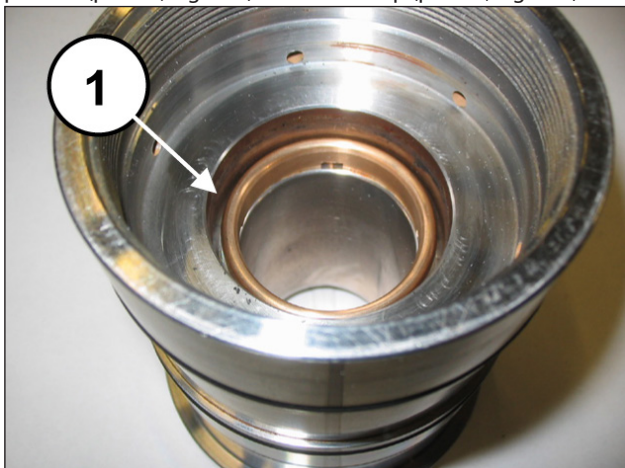
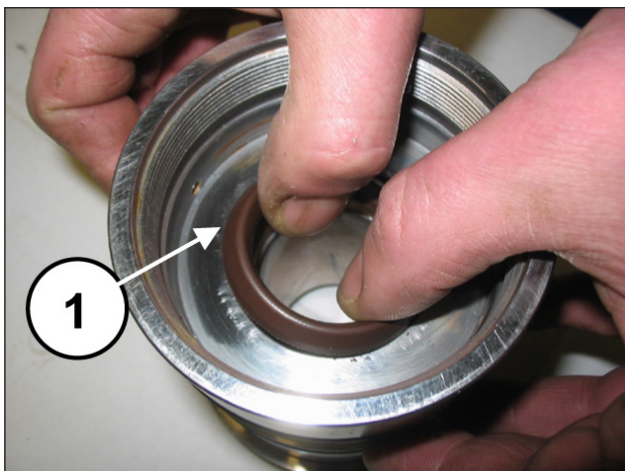

Fig. 150
Fig. 151
Monte o anel do cabeçote (pos. ①, Fig. 150), o forro de alta pressão (pos. ①, Fig. 151) e o anel restop (pos. ①, Fig. 152).